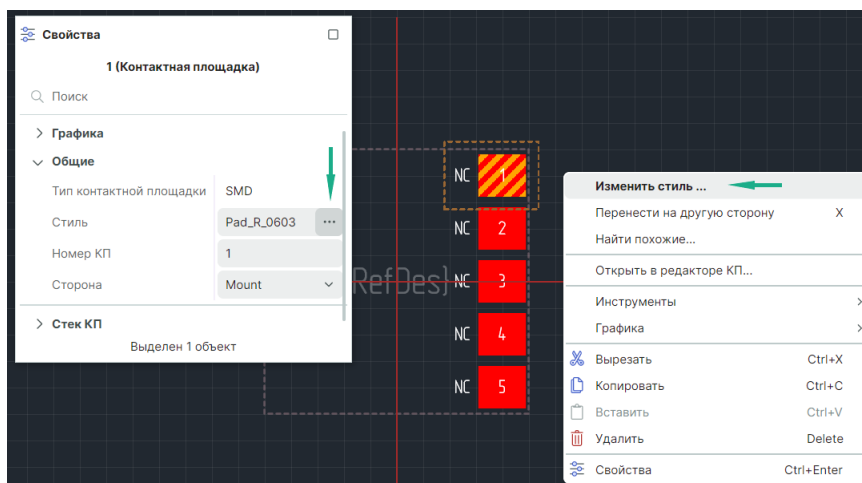

Рис. 121 Изменение стиля контактной площадки
2. Вызовите контекстное меню и выберите «Изменить стиль ...» или нажмите на символ «...» в поле «Свойства» → «Общие» → «Стиль», см. Рис. 121.